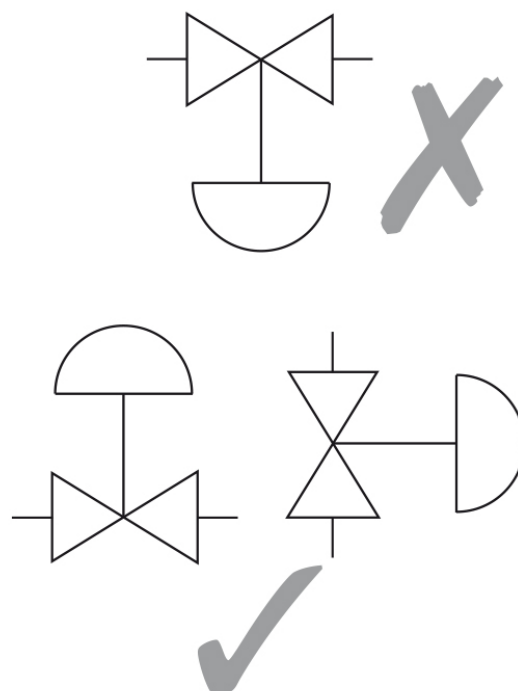

Fig. 4
3.3 Déterminer la bonne implantation pour l'appareil et le sens d'écoulement du fluide. La vanne doit être de préférence installée sur une tuyauterie horizontale avec le actionneur placé au-dessus de la ligne (voir Fig. 4). Lorsque vous montez un actionneur sur le corps de la vanne, cela doit être effectué conformément à la notice d'installation et d'entretien.